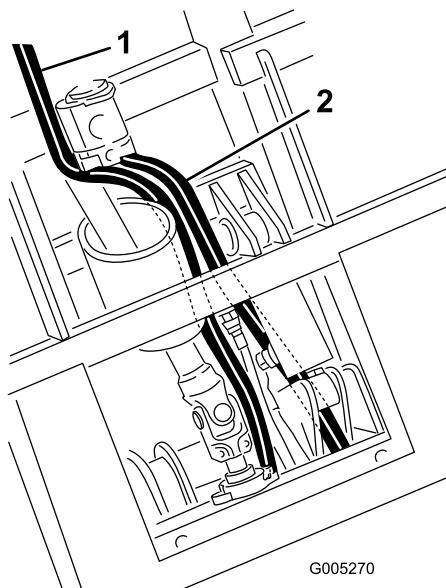

Figure 19
- A. Acheminez le flexible de réservoir sous le vérin de levage, entre les supports, jusqu'au distributeur (Figure 19).
B. Acheminez le flexible de pression le long de l'arbre de PDF jusqu'au distributeur (Figure 19).